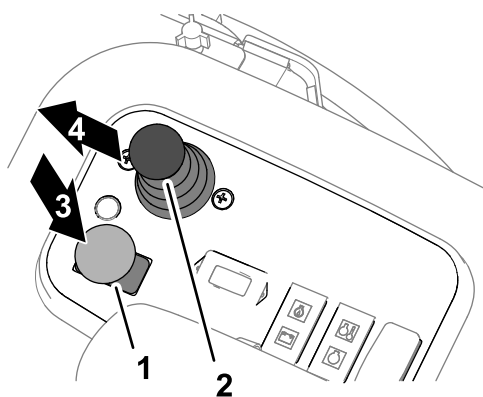

Figura 50
3. Apăsai comutatorul de acționare pentru unitatea de tăiere în poziția DECUPLARE (Figura 50).
5. Deplasai maneta de comandă pentru ridicarea/coborârea lamei de cosit înainte (Figura 50).